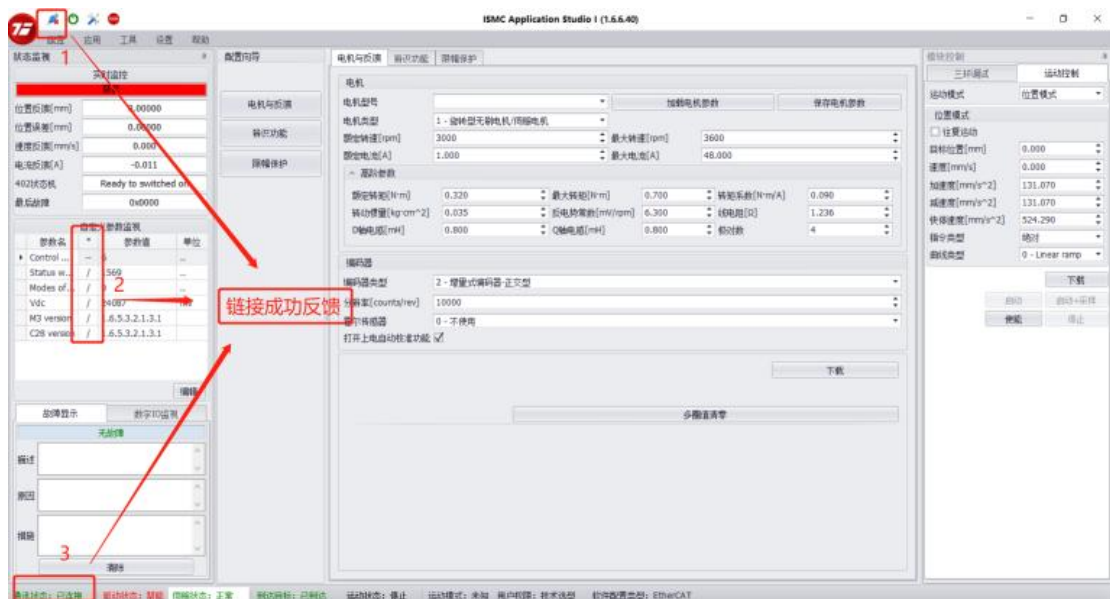

图 4-3 建立通讯连接成功
- 5) 点击“连接”按钮，完成通讯连接，如图 4-3 所示。